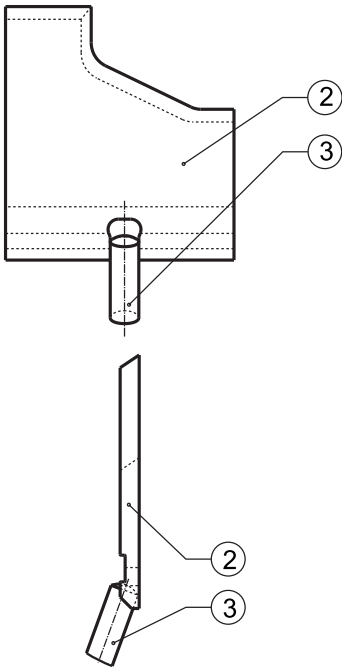

Abb. 5
5. Ersatz-Profilschneide (2) präzise in die Messeraufnahme einsetzen. Darauf achten, dass der Positionierstift (3) exakt in die dafür vorgesehene Aufnahme der Profilschneide eingreift (s. Abb. 5).
6. Ersatz-Profilschneide (2) präzise in die Messeraufnahme einsetzen. Darauf achten, dass der Positionierstift (3) exakt in die dafür vorgesehene Aufnahme der Profilschneide eingreift (s. Abb. 5).